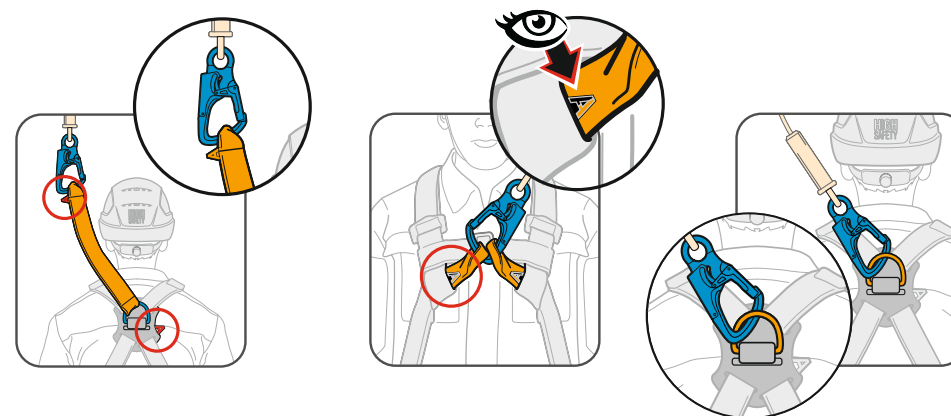

Рис. 13 Соединение СЗВТ GRANIT с точками крепления на привязи.
4. Соединить СЗВТ карабином с двойным пальчиковым запирающим устройством с точкой крепления привязи с маркировкой «А» (буква «А» должна быть полностью закрашена) (рис. 13) или соединив одновременно с двумя точками крепления, обозначенными половиной буквы «А».